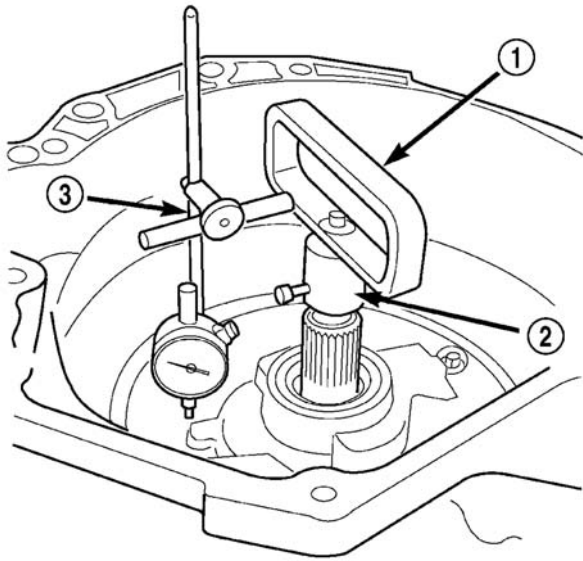

图 145 使用端隙设置工具 8266 测量输入轴端隙
- (d) 按（图 145）所示设置输入轴以使用千分表装置 C3339 和端隙设置工具 8266 进行测量。